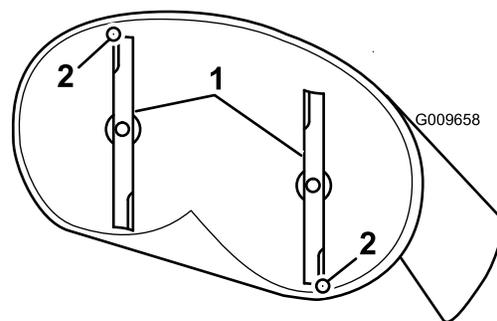
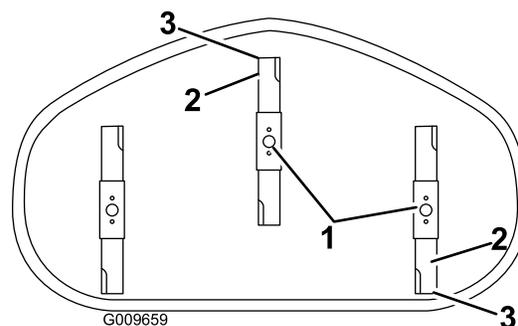

Figura 60
Figura 61
4. Girate con cautela le lame in modo che siano disposte longitudinalmente (Figura 60 e Figura 61).
5. Misurate il valore dalla punta della lama anteriore e dalla punta della lama posteriore alla superficie piana (Figura 60 e Figura 61).
9. Dopo la regolazione, ricontrollate l'inclinazione longitudinale e continuate la regolazione del dado finché la punta della lama anteriore non è più bassa di 1,6-7,9 mm rispetto a quella posteriore (Figura 60 e Figura 61).